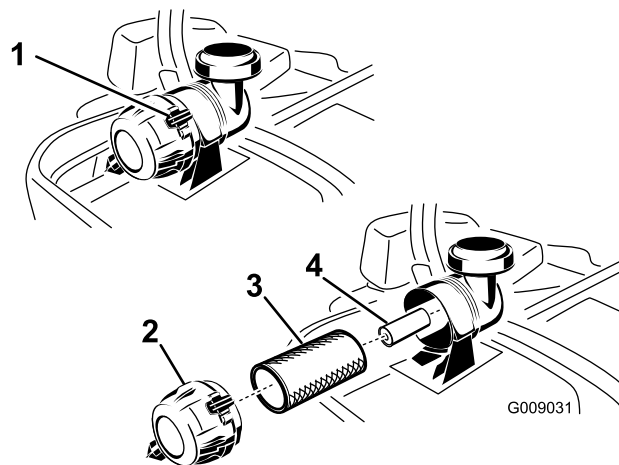

Bild 41
3. Üben Sie Druck aus, um die Riegel am Luftfilter zu lösen, und ziehen Sie die Abdeckung vom Gehäuse ab (Bild 41).
5. Schieben Sie den Hauptfilter vorsichtig aus dem Luftfiltergehäuse heraus (Bild 41). Vermeiden Sie ein Anstoßen des Filters an der Seite des Gehäuses.
1. Reinigen Sie den Papierfilter nicht sondern tauschen Sie ihn aus (Bild 41).
2. Wenn Sie den sekundären Luftfilter austauschen, schieben Sie ihn vorsichtig in das Filtergehäuse ein (Bild 41).
3. Schieben Sie den Hauptfilter vorsichtig auf den sekundären Filter (Bild 41). Stellen Sie sicher, dass dieser einwandfrei einliegt, indem Sie beim Einbauen auf den äußeren Rand des Filters drücken.
4. Setzen Sie die Luftfilterabdeckung auf (Entlüfterdeckel nach unten) und drehen sie so, dass die Riegel in der Abdeckung einrasten (Bild 41).